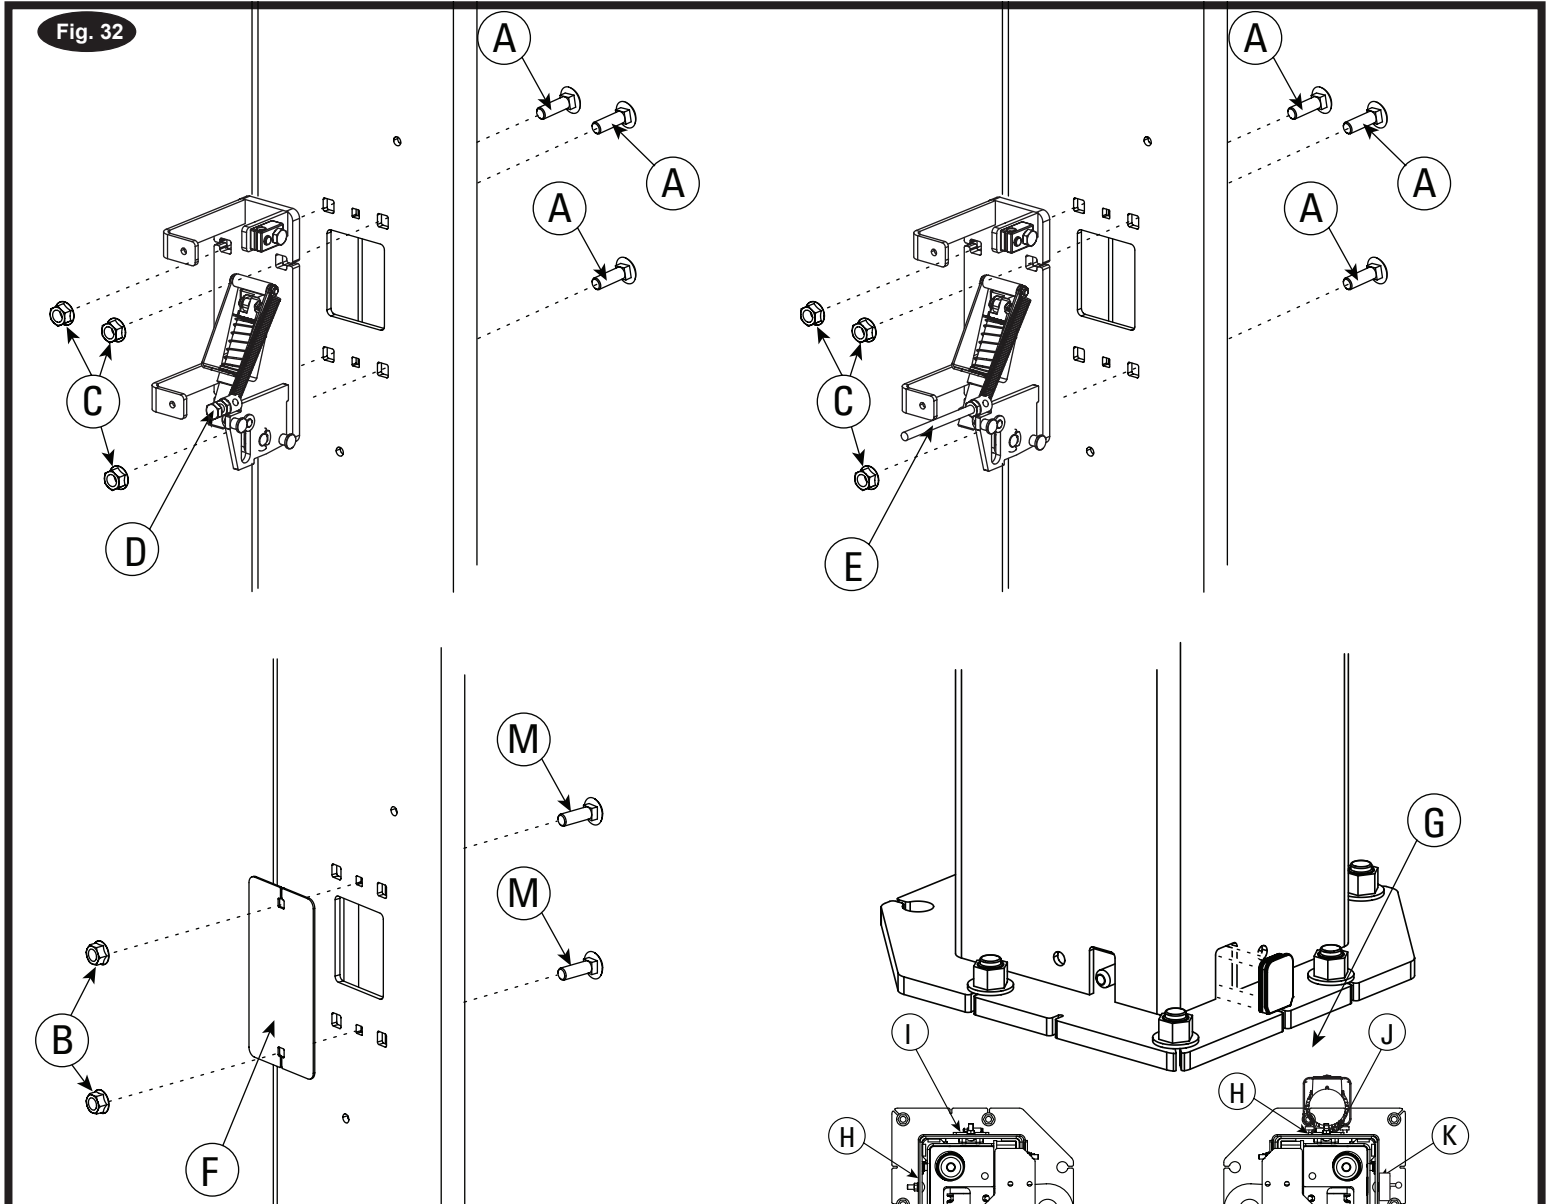

Fig. 32 Détails
1. Installez les loquets de verrouillage et les caches de trou de verrouillage, et abaissez les capuchons de colonne sur la colonne, Fig. 32. Tenez compte du graphique qui vous indique le côté de la colonne où installer les dispositifs de verrouillage et les caches de trou de verrouillage.